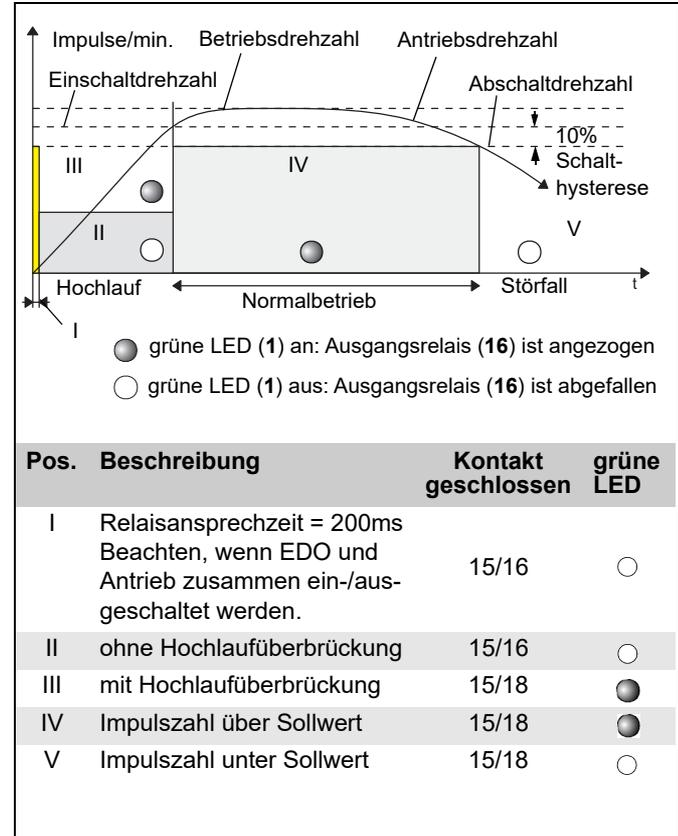

Abb. 3-3: Zeitdiagramm für Unterdrehzahlwächter
Wird die eingestellte Drehzahl unterschritten, fällt das Ausgangsrelais (16) ab und die grüne LED (1) erlischt (s. Abb. 3-3).